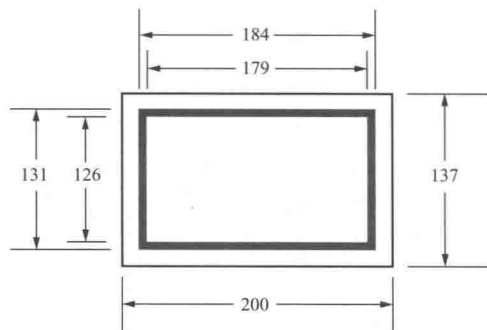

图 1-8 隔离开关标志牌尺寸参考类型（二）
(3) 隔离开关标志牌尺寸参考类型(二)如图1-8所示。
(4) 对于特殊情况的隔离开关其标志尺寸可采用等比例放大或缩小。